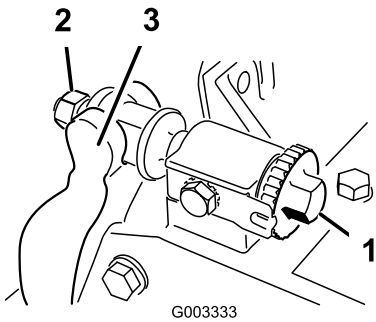

Figura 61
1. Girate in senso antiorario la vite di regolazione della barra di appoggio per allontanare la controlama dal cilindro (Figura 61).